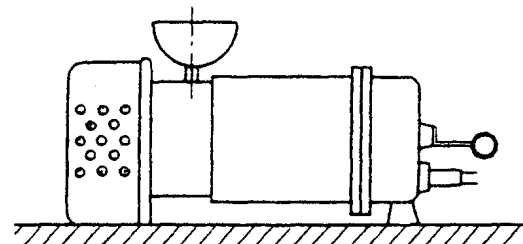

図 6
- (1) ご使用前に必ず絶縁抵抗の測定をしてください。絶縁抵抗値は $1M\Omega$ 以上あれば運転に支障ありませんが $1M\Omega$ 以上あっても、急に低下し始めているものは異常と考えられますので修理が必要です。
- (2) 運転中の電流値、電流計のふれを点検してください。ふれの大きい場合は異物をかみ込んでいる恐れがあります。付着した異物を取り除いてください。
- (3) 吐出し量が急激に減少している場合には、吸込口(ストレーナ部)に異物がつまっている恐れがあります。付着した異物を取り除いてください。
- (4) ポンプ性能が徐々に低下した場合は、ケーシングや羽根車の摩耗が考えられます。各部を点検し摩耗している部品は早期に交換してください。
- (5) 使用後に、メカニカルシールの潤滑油を点検・交換して頂きますと、メカニカルシールの寿命が長くなります。この際、潤滑油に水が浸入し、白濁している場合は、メカニカルシールの不良ですので交換が必要です。潤滑油交換時には図 6 のように注油プラグを上にし、ポンプを水平に置いて表 2 に示す潤滑油を必ず規定量注油してください。この時ポンプをゆすったりして、規定量以上注油しますと、メカニカルシール室の内圧上昇により、シール寿命が著しく低下します。注油後はシールワッシャを介し注油栓を十分に締付けてください。
メカニカルシール室の潤滑油の交換は 6 ヶ月毎に行ってください。この際潤滑油に水が混入し白濁している場合は、メカニカルシールを交換してください。潤滑油の交換時には図 6 のように注油栓を真上にし、ポンプを水平に置いて表 2 の潤滑油量を必ず規定量注油し、注油栓ガスケットを介し注油栓を十分に締め付けてください。